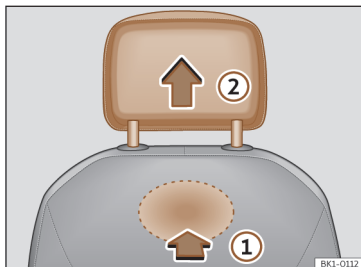

Fig. 110 Apoyacabezas delantero: desmontaje.
- Para desbloquearlo, busque el rebaje situado en la parte posterior del respaldo por la zona marcada y presione en el sentido de la flecha»» fig. 110 ①.
- Extraiga el apoyacabezas en el sentido de la flecha ②.